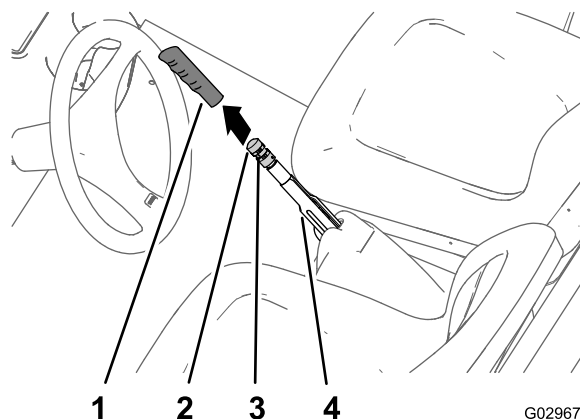

Figure 65
1. Enlevez la poignée du levier de frein de stationnement (Figure 65).
2. Desserrez la vis de fixation du bouton de réglage sur le levier du frein de stationnement (Figure 65).
pour actionner le levier du frein de stationnement (Figure 65).
4. Serrez la vis de fixation et remettez la poignée en place (Figure 65).
2. Desserrez la vis (Figure 65) qui fixe le bouton de réglage sur le levier du frein de stationnement, desserrez le frein de stationnement et desserrez le bouton de réglage.
5. Tournez le bouton de réglage du frein (Figure 65) jusqu'à ce qu'une force de 133 à 156 N soit nécessaire pour actionner le levier du frein de stationnement.
- C. Tournez le bouton de réglage du frein (Figure 65) jusqu'à ce qu'une force de 133 à 156 N soit nécessaire pour actionner le levier du frein de stationnement.
- Serrez la vis de fixation et remettez la poignée en place (Figure 65).